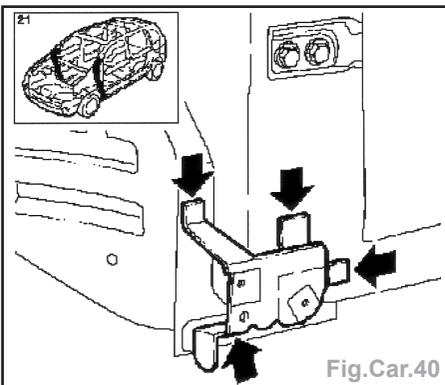

Fig.Car.40
- Déposer par perçage la fixation de l'aile (Fig.Car.40).